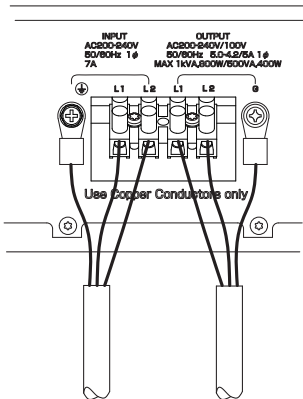

図 4
- マイナスタライバで端子台のネジを緩め、被覆を規定の長さまで剥いた電線を端子台斜め下から奥まで挿入し、その状態で端子台のネジを締めてください。(図4参照)